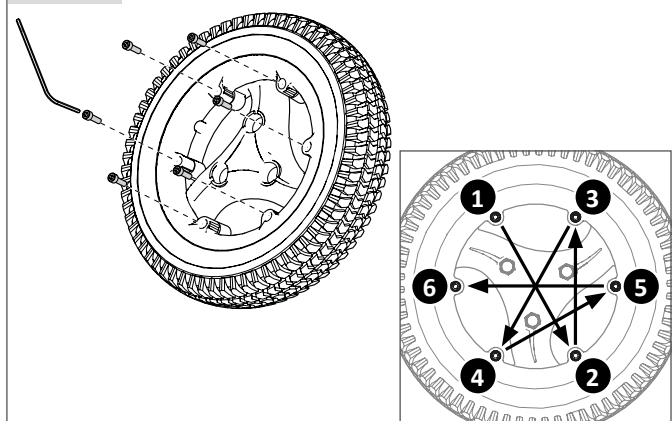

Fig. 8.2
- À l'aide d'une clé à six pans creux de 16 mm, desserrez les 3 écrous (Fig. 8.2).